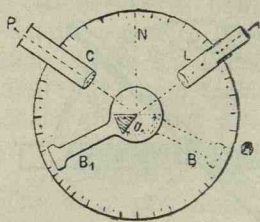

Fig. 72. Principiul Goniometrului lui Babinet.
**Goniometrul lui Babinet**, fig. 72. Acest Goniometru bazat pe reflecțiunea luminei se compune dintr'un cerc gradat care stă orizontal pe un picior vertical. Pe acest cerc se află o lunetă  $L$ , pe unde privește observatorul raza reflectată, și un colimator  $PC$ , pe unde intră raza de lumină. Cristalul se așează în  $a$  pe o măsută ce se poate mișca cu o limbă  $B$ . Cu acest goniometru se operează astfel. Se așează cristalul pe măsută așa ca muchea corespunzătoare unghiului diedru de măsurat să fie verticală. Se mișcă măsuta până